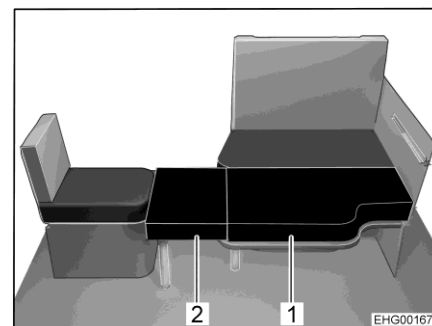

Fig. 69 Después de la transformación
Junto con el asiento individual lateral y el tablero de la mesa bajado de la mesa colgante, el banco longitudinal se podrá convertir en una cama adicional. Se requieren dos cojines adicionales para crear la superficie de descanso. Uno de los cojines adicionales (Fig. 69,2) está equipado con un reposapiés desplegable y un soporte de fijación. El otro cojín adicional (Fig. 69,1) se coloca en el tablero de la mesa.
- Desplegar el reposapiés el cojín adicional más pequeño (Fig. 69,2).
- Enganchar el soporte de fijación del cojín adicional (Fig. 69,2) en el asiento individual y colocar el cojín adicional en el tablero de la mesa.
- Colocar el segundo cojín adicional (Fig. 69,1) sobre la tablero de la mesa.